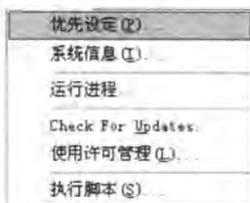

图 2-2 系统管理菜单
- DXP (X)**: 系统管理菜单组
- 文件 (F)**: 文件操作菜单组
- 查看 (V)**: 工作面板设置菜单组
- 项目管理 (C)**: 项目管理菜单组
- 视窗 (W)**: 窗口操作菜单组
- 帮助 (H)**: 帮助菜单
其中，**DXP (X)** 菜单组中包含若干项与系统管理有关的命令，如图 2-2 所示。